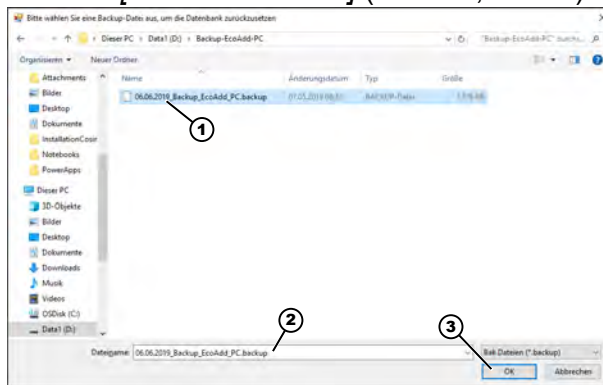

Abb. 56: Speicherort der Backupdatei auswählen und Dateiname angeben
4. Wählen Sie wie unter Abb. 56, Pos. 1 gezeigt, den Speicherort Ihrer Backupdatei und die gewünschte Backupdatei aus.
⇒ Die ausgewählte Backupdatei erscheint im Feld, wie in Abb. 56, Pos. 2 gezeigt.
5. Wählen Sie [OK] (Abb. 56, Pos. 3) aus.